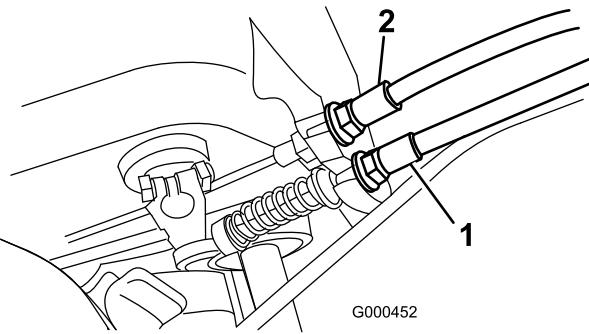

Figura 29
2. Para aumentar la tensión del cable, afloje la contratuerca delantera del cable y apriete la contratuerca trasera del cable (Figura 29) hasta que la fuerza necesaria para poner el freno sea de 5–6 kg. La fuerza debe medirse en el pomo de la palanca. No ajuste demasiado, o la cinta del freno puede agarrarse.